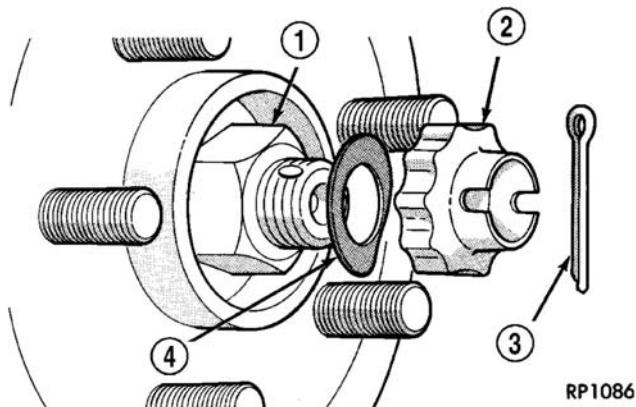
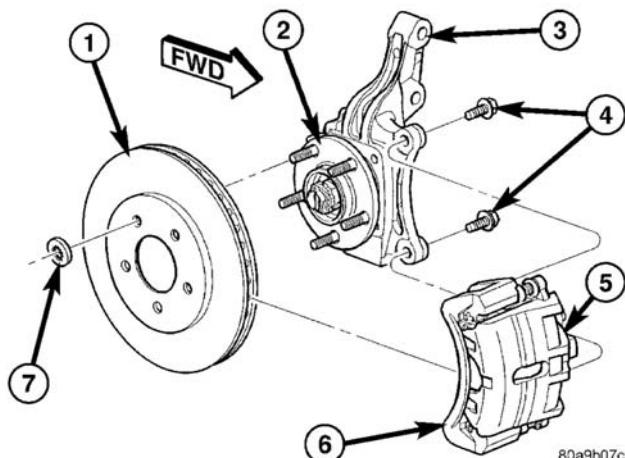
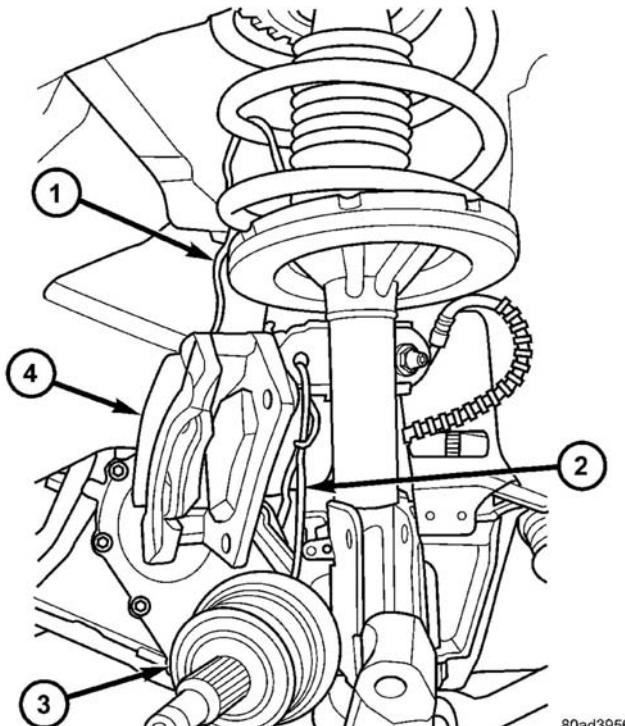
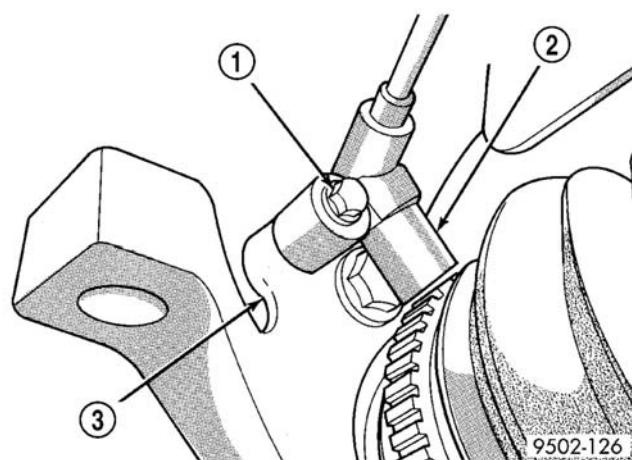

图 8 轮毂螺母
图 9 前制动安装
图 10 挂起的制动钳和驱动轴
图 13 前轮速度传感器
- (1) 升起车辆。(参见“润滑与保养—标准程序”。
- (2) 从车上卸下车轮和轮胎总成。
- (3) 从短轴端和轮毂螺母上卸下开口销、锁紧螺母和弹簧垫圈 (图 8)。
(4) 在助手帮助下施加车辆制动不让轮毂转动, 松开并卸下轮毂螺母 (图 8)。
(5) 如图所示 (图 9), 将盘式制动器的制动钳和适配器作为一个总成从转向节上卸下。用松紧绳或铁丝将总成吊到一边 (图 10)。不得用制动软管吊起制动钳。
(8) 若配备了防抱死制动系统, 从转向节上卸下前轮速传感器 (图 13)。
(9) 卸下转向节与滑柱 U 形支架相连的 2 个螺栓。
(10) 向外倾斜转向节, 从轮毂和轴承上卸下驱动轴短轴。用松紧绳或铁丝直接向外吊起驱动轴 (图 10)。不得用内万向节悬架驱动轴。
(7) 若配备了防抱死制动系统, 将轮速传感器和固定螺栓安装到转向节上 (图 13)。紧固车速传感器螺栓至 $7 \text{ N} \cdot \text{m}$ (60 in.lbs.) 的扭矩。
(8) 将制动盘安装到轮毂和轴承上 (图 9)。
(9) 将制动钳和适配器总成安装到转向节上。安装适配器固定螺栓并坚固至 $169 \text{ N} \cdot \text{m}$ (125 ft.lbs.) 的扭矩。
(10) 将外等速万向节短轴上的碎屑清洁干净。
(11) 在短轴上安装垫圈和轮毂螺母。
(12) 在助手的帮助下施加车辆制动, 不让轮毂转动, 然后紧固轮毂螺母至 $244 \text{ N} \cdot \text{m}$ (180 ft.lbs.) 的扭矩。
(13) 将波状弹簧垫圈安装到短轴端。
(14) 安装轮毂锁紧螺母和一个新的开口销 (图 8)。将开口销插脚牢固地缠在轮毂锁紧螺母的周围。
(15) 安装车轮和轮胎总成。按照正确的顺序安装并紧固车轮安装螺母, 直至所有的螺母都拧紧到规定扭矩的一半。然后重复紧固顺序, 直至所有螺母都达到规定的 $135 \text{ N} \cdot \text{m}$ (100 ft.lbs.) 的扭矩。
(16) 降下车辆。
(17) 视需要设定前轮定位的外倾角和车轮前束。